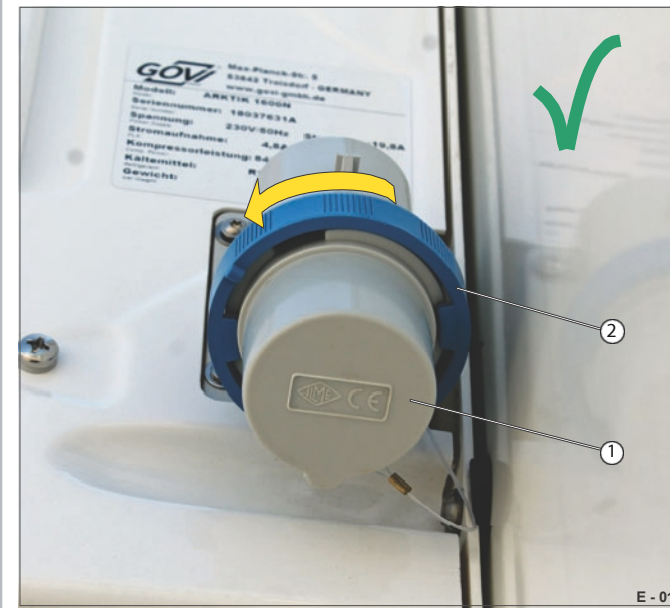

Fig. 16 Hetten er festet (kjørstilling)
- Fest hetten (fig. 16/1) med skruetetten (fig. 16/2) - stram til. Strømtilkoblingen er støv- og vanntett.